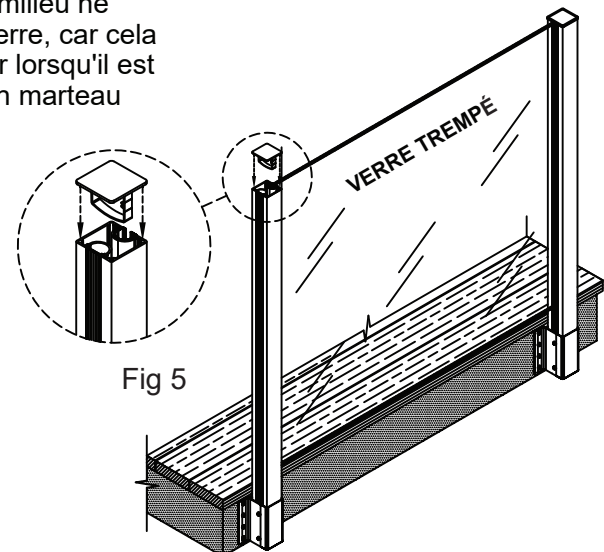

Fig 5
Étape 5: Appuyez sur le capuchon du poteau pour terminer. Assurez-vous que la languette du milieu ne touche pas le verre, car cela pourrait le briser lorsqu'il est enfoncé avec un marteau (voir fig.5).